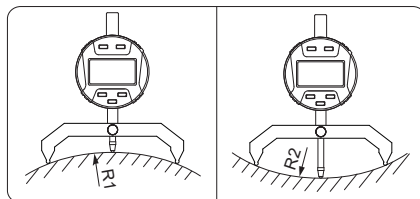

Abb. 1
1. Mit dem Messgerät lassen sich die Radien (R1, R2) von Innen- und Außenbögen messen. Die Anzeige ist in Abb. 1 dargestellt.